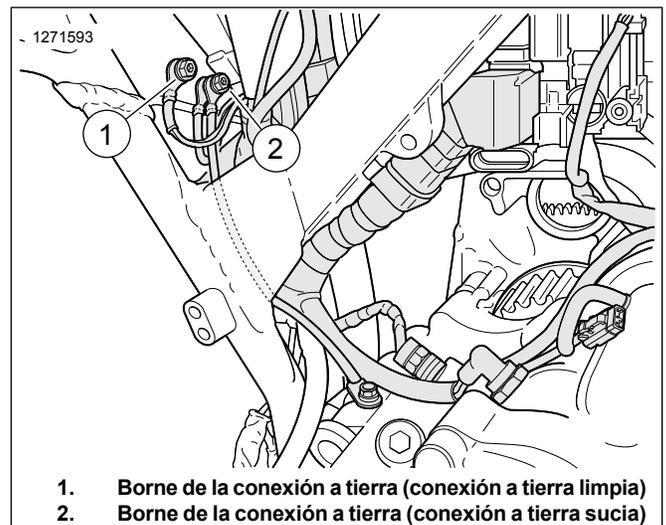

Figura 42. Ubicaciones del borne de la conexión a tierra de la caja de la batería
Ver Figura 42 . Coloque y conecte el cable de la conexión a tierra del ATM al borne de la conexión a tierra **limpia** (1). Apretar.